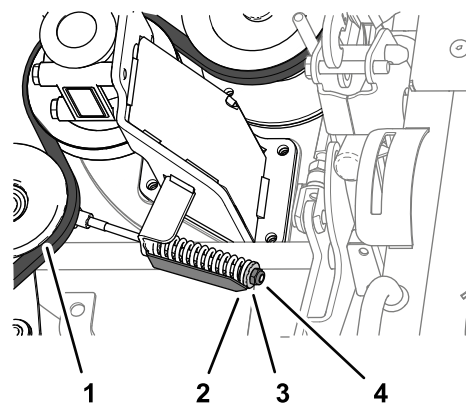

Figura 133
4. Slăbii contra piulia de tensionare a curelei până când putei glisa cureaua de pe fulia de tensionare a curelei (Figura 133).
2. Strângeți contrapiulia până când săgeata indicatorului de tensionare se aliniază cu suprafața exterioară a aibe (Figura 133).